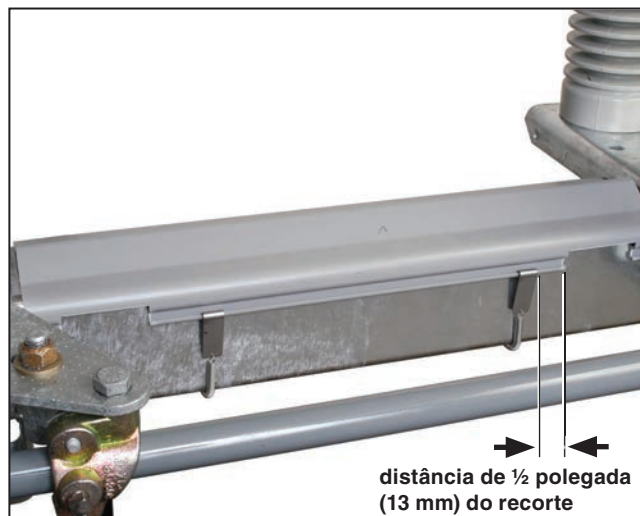

Figura 11. Assegure-se que os grampos fiquem posicionados a aproximadamente $\frac{1}{2}$ polegada (13 mm) do recorte na cobertura da base.
PASSO 8. Prenda uma ponta do conjunto mola-grampo na borda curvada lateral em um lado da cobertura da base. Ver Figura 10. Leve a outra ponta da mola por baixo da base da chave e estique-a até que o grampo possa ser encaixado na borda curvada do outro lado da cobertura da base. Assegure-se que o grampo da mola fique posicionado a aproximadamente $\frac{1}{2}$ polegada (13 mm) do recorte da cobertura da base, conforme mostra a Figura 11. Instale os demais conjuntos mola-grampo em suas respectivas coberturas da base de acordo com o desenho de referência fornecido.